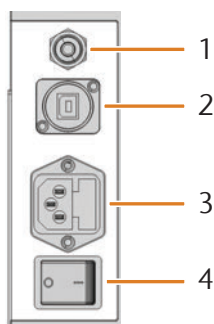

FIG. 2: PANNELLO COLLEGAMENTI SUL LATO POSTERIORE
- [1] Pannello collegamenti sul lato posteriore (☞ Fig. 2)